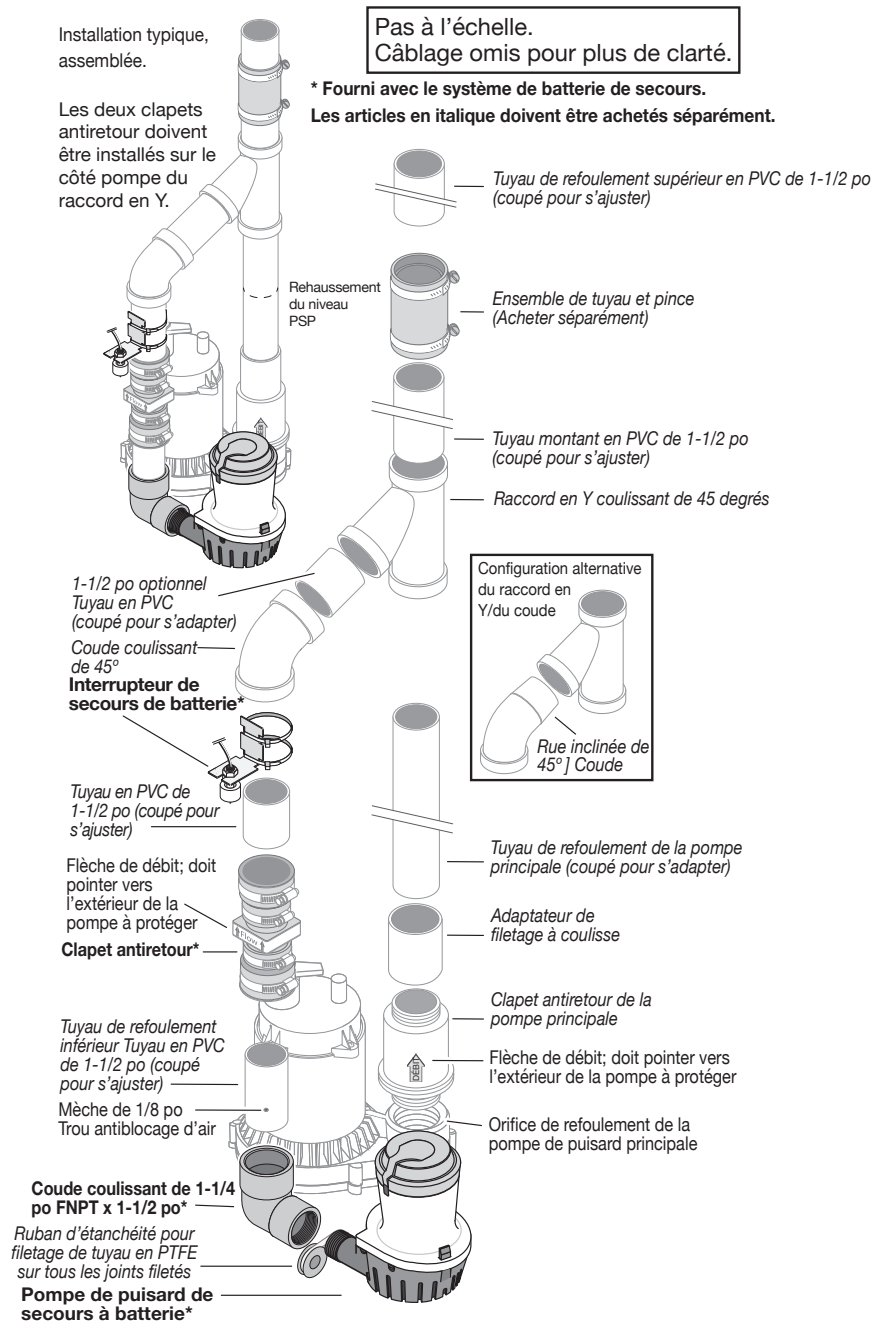

Figure 3 : Tuyau de refoulement commun - Installation typique
- ◆ Si possible, installez le SBS de sorte que le tuyau de refoulement sorte directement à l'extérieur (séparez le tuyau de refoulement de celui de la pompe de puisard principal). Si cela n'est pas pratique, consultez l'option « refoulement commun » (Figure 3).
2. S'il n'y a pas de clapet antiretour dans le refoulement de la pompe de puisard principale, vous devrez en installer un. Vous devez également en installer un dans le tuyau de refoulement du SBS (Figure 3). Assurez-vous que la flèche de débit du clapet antiretour pointe vers l'EXTÉRIEUR de la pompe qu'il protège.